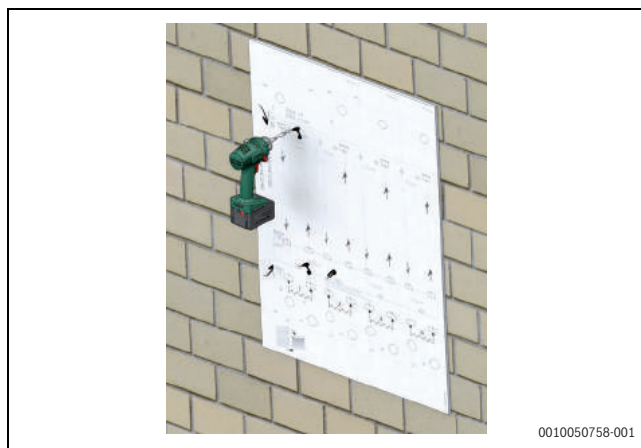
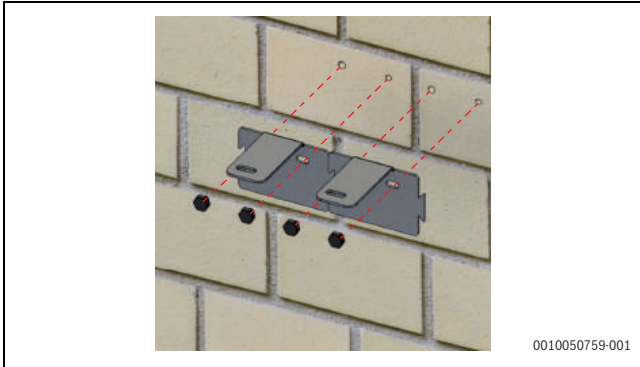

Fig. 313 Effettuare i fori nella parete con un trapano
Fig. 314 Fissare i supporti a parete
3. Posizionare la dima di foratura sulla parete nella posizione in cui si desidera installare il modulo. Dopo aver fissato la dima di foratura, effettuare i fori corretti nella parete utilizzando un trapano (→ Fig. 313). Rimuovere quindi la dima di foratura e fissare i supporti a parete utilizzando una vite di ancoraggio da 12 mm (non inclusa), (→ Fig. 314).